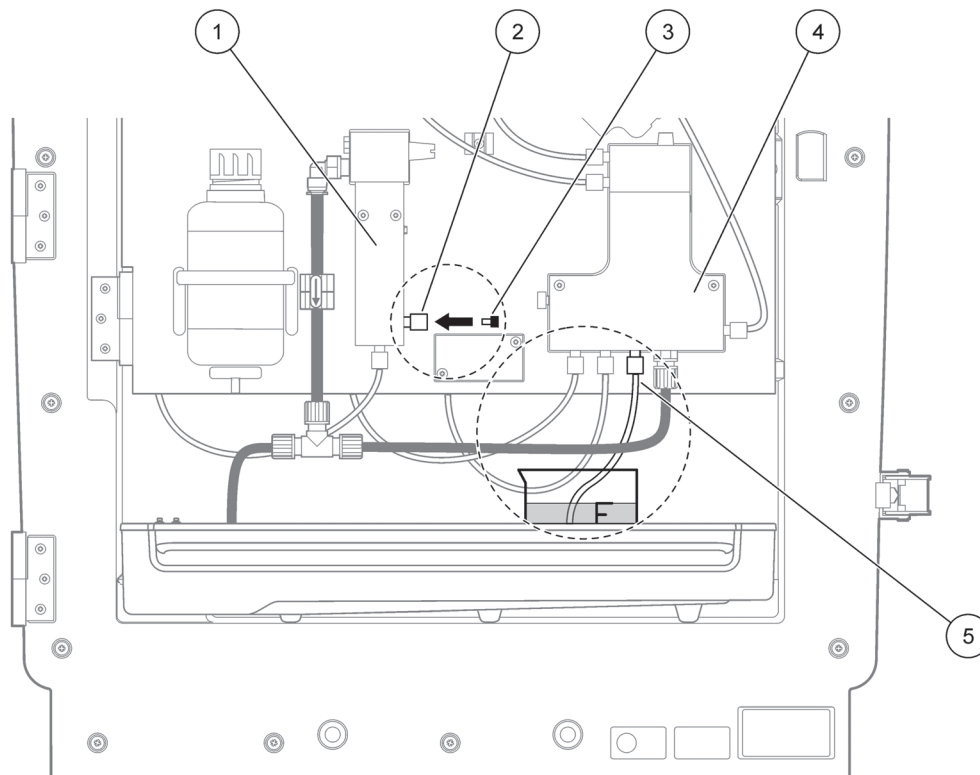

Figure 16 Modyfikacja analizatora AMTAX sc
7. Wybierz ENTER w celu zmodyfikowania analizatora (Figure 16 on page 228):